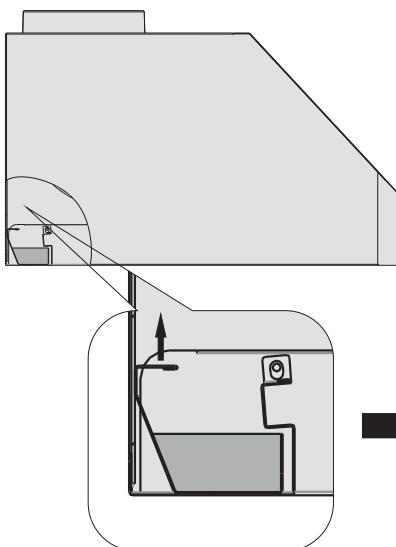

Figure 10
- Retirer la gouttière de récupération d'huile en la tirant doucement vers l'avant pour la faire sortir de la hotte de cuisine. Voir les figures 10 et 11.